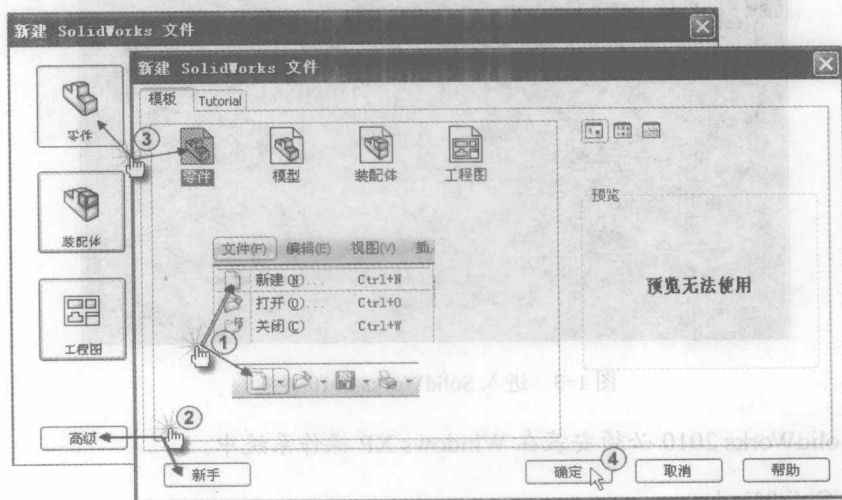

图 1-5 “新建文件”对话框中的“新手”模式和“高级”模式
的“新建”图标，如图 1-5 中①所示，系统弹出“新建文件”对话框。在这个对话框中有两种建立新文件的模式，一种是“新手”模式；另一种是“高级”模式，如图 1-5 中②所示。这两种模式可以互相切换。在新建文件对话框中有“零件”、“装配体”和“工程图”三种格式的文件可以选择创建，单击“零件”图标，再单击“确定”图标按钮，完成新文件创建的操作。